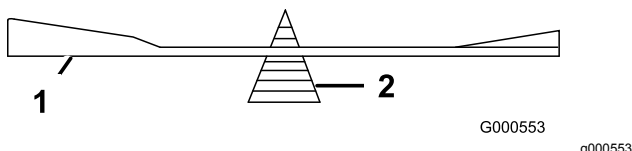

Bild 62
- Prüfen Sie die Auswuchtung des Schnittmessers auf einer Ausgleichsmaschine (Bild 62).